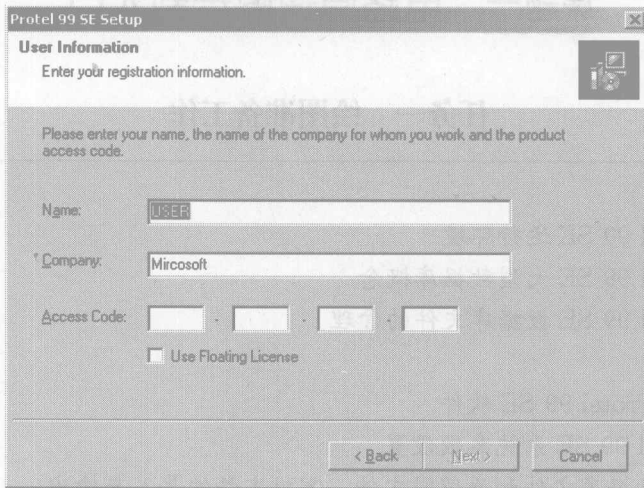

图 1—2 用户注册信息对话框
(3) 单击 **Next >** 按钮，进入如图 1—3 所示对话框。选择安装位置，此处使用缺省位置，读者可以自行设定。